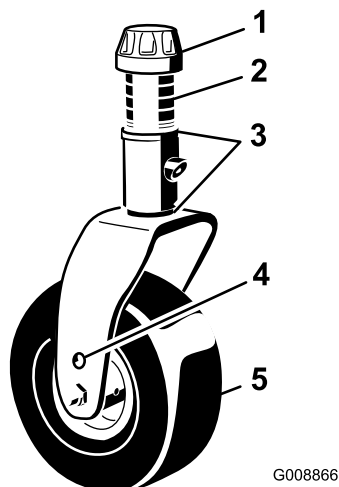

Figura 26
3. Ajuste os calços de 3 mm na(s) forquilha(s) da roda giratória de forma que coincidam com altura de corte fixada no autocolante (Figura 26); consulte Ajustar a altura de corte \(página 28\).